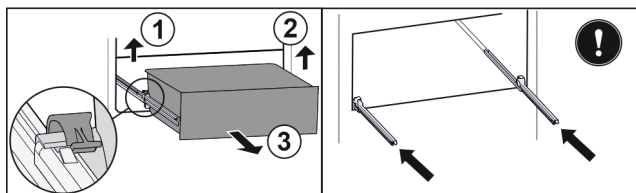

Fig. 111
- Zvedněte levou svorku a současně vytáhněte zásuvku vlevo dopředu. Fig. 111 (1)
- Zvedněte pravou svorku a současně vytáhněte zásuvku vpravo dopředu. Fig. 111 (2)
- Vyjměte zásuvku dopředu. Fig. 111 (3)